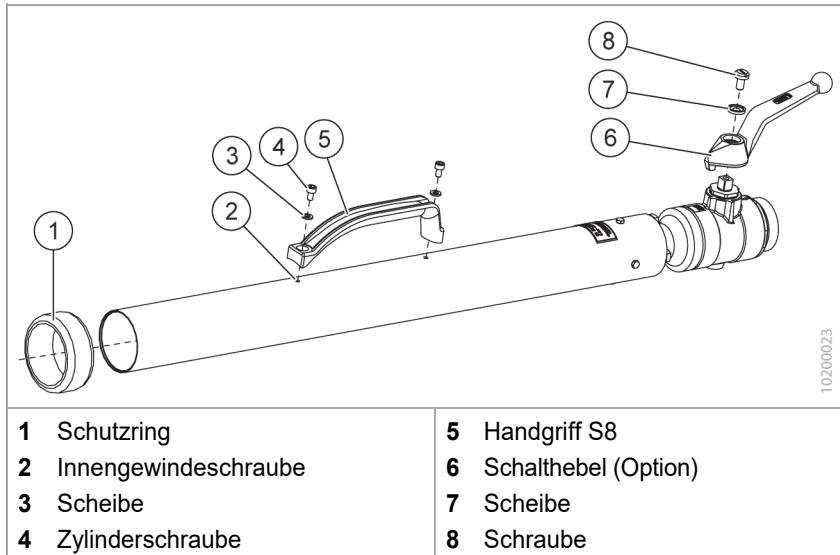

Fig. 3 Reparatur
1. Den Schutzring mit den Noppen aus den Bohrungen herausheben und den Schutzring (Fig. 3/1) vom Veredlerrohr abziehen.
1. Die Zylinderschrauben (Fig. 3/5) herausdrehen.
2. Den Handgriff (Fig. 3/6) vom Veredlerrohr abnehmen.
3. Die Zylinderschrauben und die Scheiben (Fig. 3/8) in den neuen Handgriff einsetzen.
4. Den Handgriff in der richtigen Lage auf den Innengewindeschrauben (Fig. 3/3) positionieren und festschrauben.
1. Die Schraube (Fig. 3/9) herausdrehen.
4. Die Schraube und die Scheibe (Fig. 3/8) in den neuen Schalthebel einsetzen.